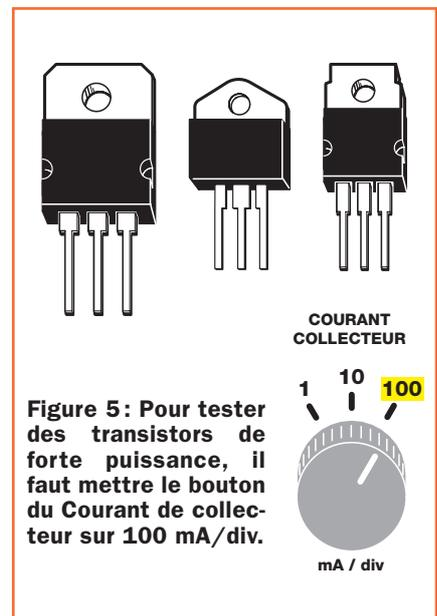

Figure 5: Pour tester des transistors de forte puissance, il faut mettre le bouton du Courant de collecteur sur 100 mA/div.
- forte puissance** (voir figure 5).